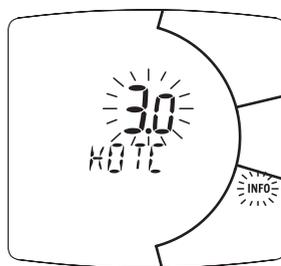

Figura 5.30
- Premere per più di 10 secondi il pulsante  per entrare in modalità " Parametri Impianto" (Figura 5.30).
L'andamento della temperatura al variare dell'impostazione fatta con i tasti 14 e 15 per un **K 1,5** è illustrato nella Figura 5.30.